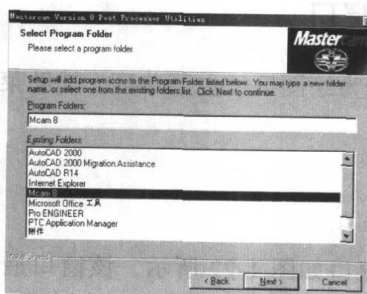

图 1-18
16) 安装后处理程式, 设置程式子目录, 选 Mcam 8, 设置好后, 选 **Next >** (下一步), 如图 1-18 所示。